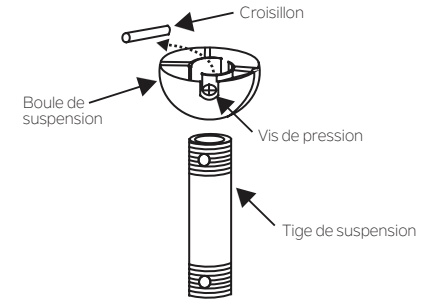

Fig. 7
**Étape 5.** Retirez la boule de suspension de la tige de suspension en desserrant la vis de pression, en dégageant le croisillon et en dévissant la boule de la tige. (Fig.7)